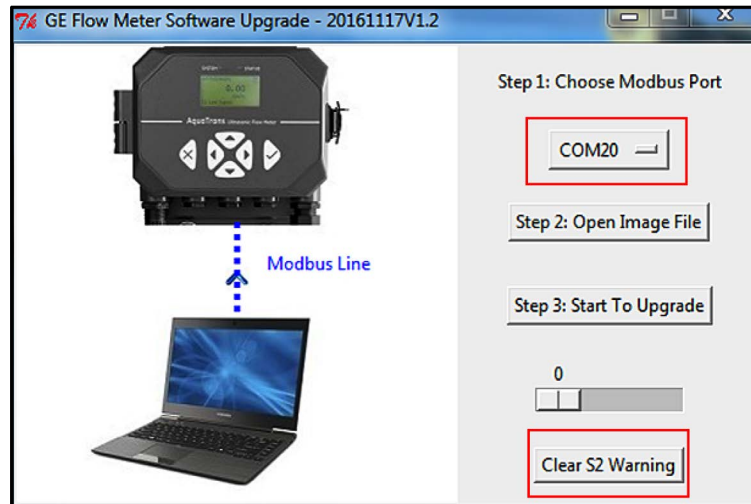

図 38：S2 警告の消去
7. ファームウェアの更新が 100% 完了したことをプログレスバーが示すと（約 10 分かかります）、以下の図 38 に示すメッセージが表示されます。AT600 は 30 秒後に自動的に再起動しますのでご注意ください。